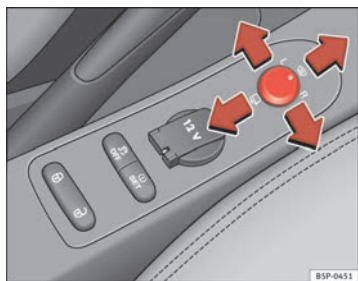

Abb. 90 Drehknopf für Außenspiegeleinstellung
1. Drehen Sie den Drehknopf ⇒ Abb. 90 in Stellung **L (linker Außenspiegel)**.
- Drehen Sie den Drehknopf nach vorne auf die mittlere Stellung ⇒ Abb. 90 , damit die Heizung der Außenspiegel und die Funktion der beheizbaren Windschutzscheibe* im Bereich der Ruhestellung der Wischerblätter eingeschaltet wird ⇒ Seite 128.
- Drehen Sie den Drehknopf ⇒ Abb. 90 in Stellung , um die Außenspiegel anzuklappen. Sie sollten die Außenspiegel immer anklappen, wenn Sie eine automatische Waschanlage durchfahren, um Beschädigungen zu vermeiden.